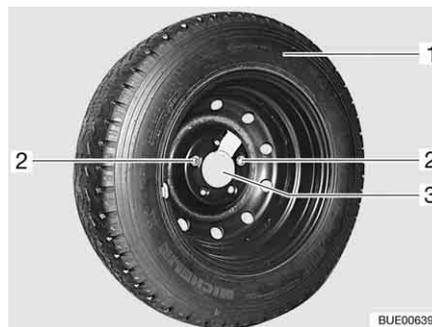

Bild 257 Ersatzrad-Halterung in der Heckgarage
- Die beiden Befestigungsschrauben (Bild 257, 2) mit dem Bordwerkzeug herausdrehen und abnehmen.
- Das Ersatzrad (Bild 257, 1) von der Halterung (Bild 257, 3) abnehmen.